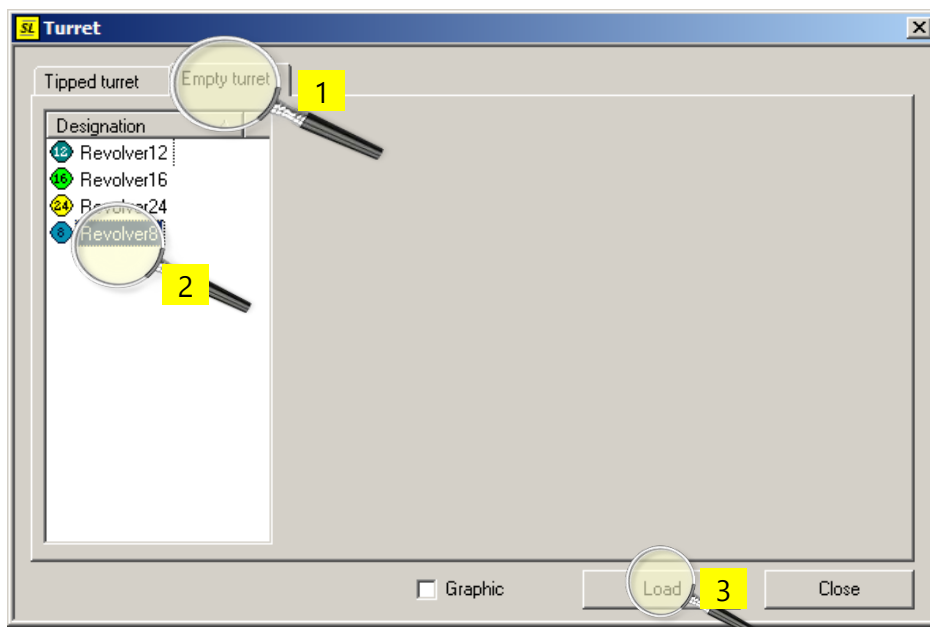

Figura 1.26 Selectarea magaziei de scule
- Se va deschide fereastra din figura 1.26, din care se va selecta tab-ul *Empty turret* și se va alege din meniul din stânga opțiunea *Revolver8*, care corespunde unui cap revolver cu maxim 8 scule. Apoi se va apăsa butonul *Load*.